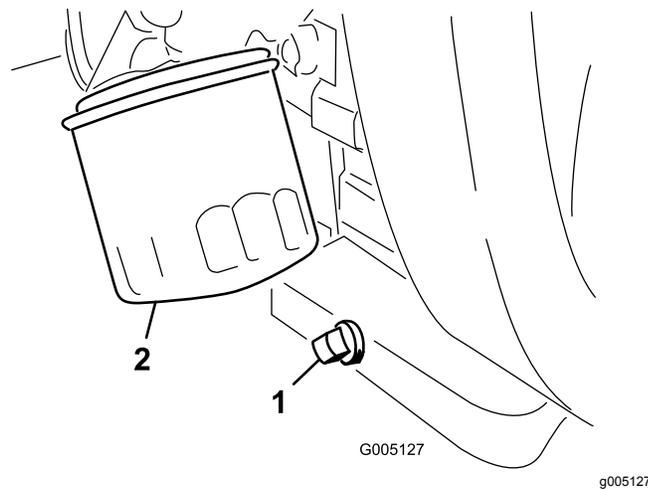

Figura 46
1. Togliete il tappo di spurgo (Figura 46) e lasciate defluire l'olio in una bacinella. Quando l'olio cessa di defluire, rimontate il tappo.
2. Togliete il filtro dell'olio (Figura 46). Spalmate un leggero strato di olio pulito sulla nuova guarnizione del filtro.